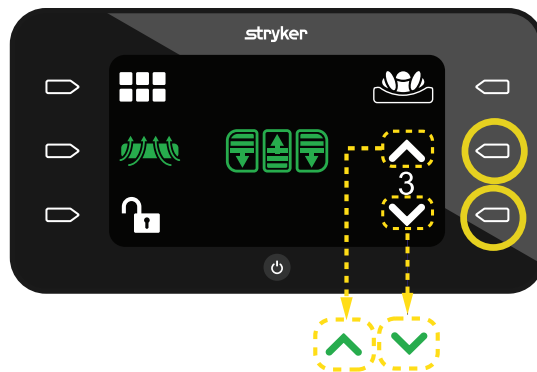

Figure 33 – Mode ALP niveau 3
- Appuyer sur le bouton **Action** en regard de la flèche **vers le haut** ou **vers le bas** pour augmenter ou diminuer le niveau ALP de 1 à 5 (Figure 33).